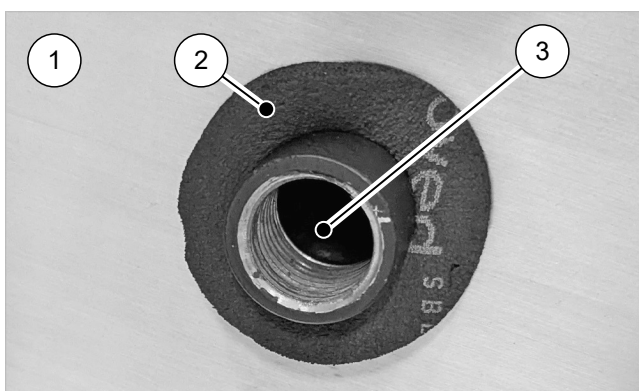

Abb. 14: Rosette in Anschlussrohrdurchführung eingesetzt
1. Zunächst die beiliegenden Rosetten aus dem Montagepack nehmen und den Schutzstreifen von der Klebe-seite entfernen. Die Rosetten um die vom Speicher zum Lademodul geführten Rohre führen und einkleben (vgl. → Abb. 14).